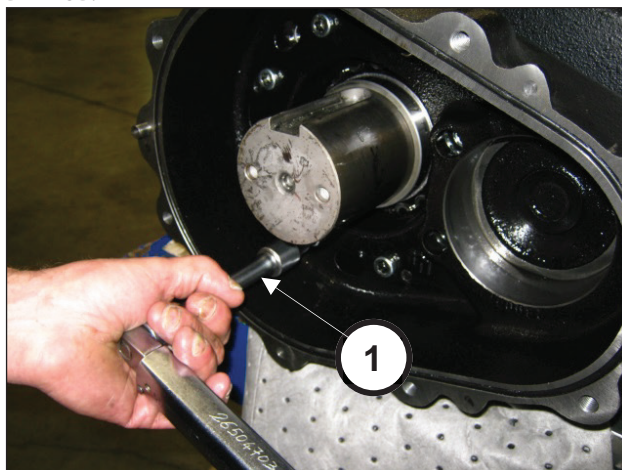

Рис. 64
Закрутите 8 винтов М10х40 (поз. ①, Рис. 64).